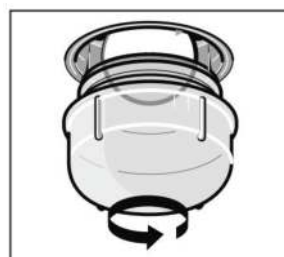

Figura 5
2. Gire la tapa de cristal en el sentido contrario a las agujas del reloj. (Figura 5)